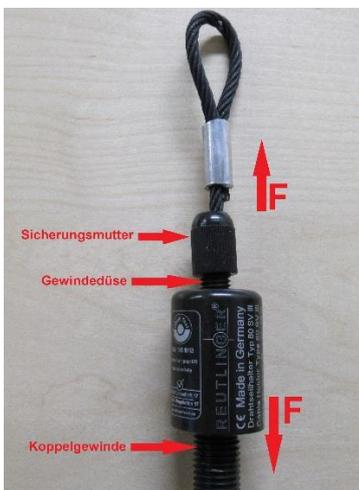

Abb. 1
7. Bei Durchsicht durch die Düse muss ein Teil des Kreisumfangs von insgesamt 6 in den Seildurchführungschanal hineinragenden Kugeln erkennbar sein (Abb.1). Der hellere, zentrale Zwischenraum der Kugeln im Durchführungschanal bildet dann ein Sechseck - ähnlich einem Stern mit 6 Spitzen. Sollten nicht 6 Kugeln im DSH sichtbar sein, darf dieser nicht eingesetzt werden. Die Qualitätsabteilung der Reutlinger GmbH ist zu kontaktieren.